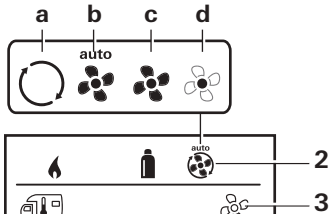

Fig. 5
1. Utilice el botón de giro/pulsador para seleccionar el icono en la línea de menú (Fig. 5 – 3).